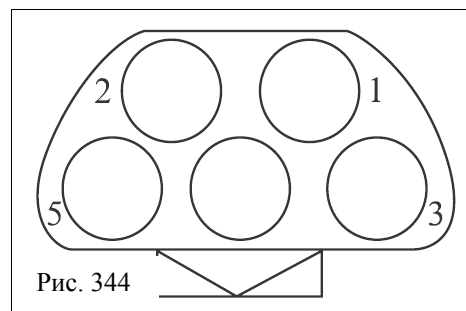

Рис. 344
3. Двигатель привода стеклоочистителя (рис. 344)